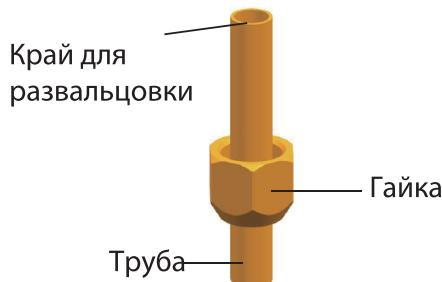

Рис. 3
3. Перед проведением развалцовки наденьте гайку на трубу (рис.3)